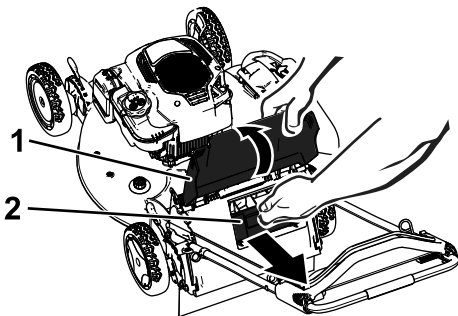

Bild 23
2. Heben Sie die hintere Klappe an und halten Sie sie hoch (Bild 23).
3. Ziehen Sie die Heckauswurfklappe heraus (Bild 23).